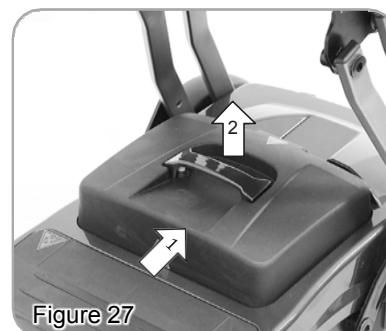

Figure 27
- Le bloc batterie est conçu pour une meilleure stabilité. Veuillez suivre les instructions pour démonter le bloc batterie (figure 27). Poussez la batterie vers l'arrière (1.) et tirez-la vers le haut (2.).